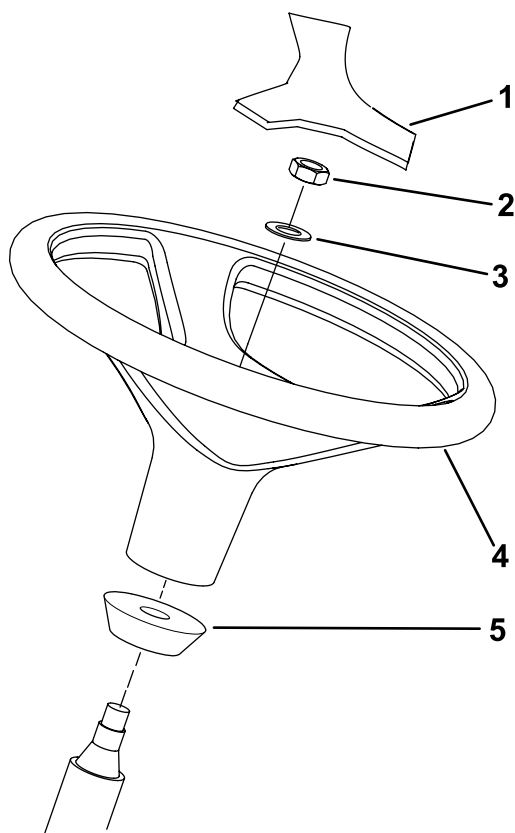

図 14
1. 出荷台からハンドルを外す。 図 14
注 ステアリングシャフトについているウレタン製のカラーは外さないでください 図 14。
3. ハンドルとワッシャをステアリングシャフトにはめ込む (図 14)。
5. ハンドルにカバーを取り付ける(図 14)。